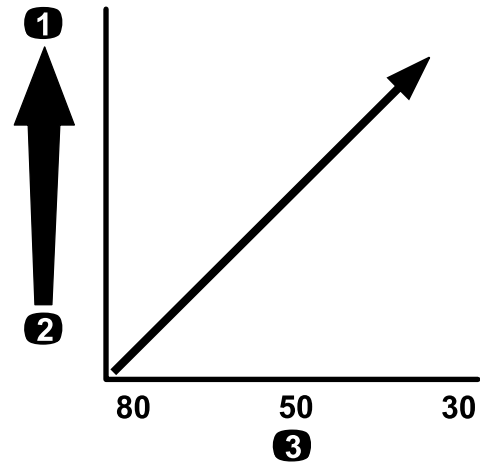

**Figura 24**
**Importante:** Cuando se fumiga con productos químicos de mayor viscosidad (más espesos) o soluciones de polvo humedecible, puede ser necesario utilizar una malla de filtro más abierta para el filtro de aspiración opcional; consulte la Figura 24.